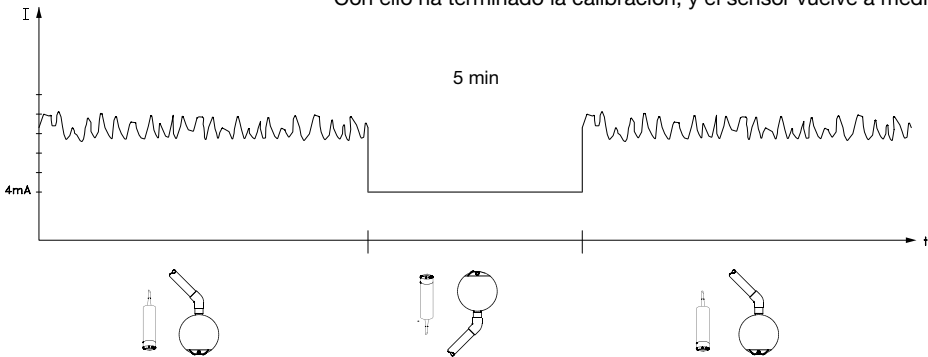

Fig. 15: Desarrollo de la señal medida del sensor DO antes, durante y después de la calibración
- Para la calibración mantener el sensor en el aire atmosférico hacia arriba (ver fig. 15). Durante esta fase el sensor emite una señal 4 mA y el DULCOMETER® D1C indica “0” ppm. En el menú de calibración del DULCOMETER® D1C (cap. 8) “Calibrar sensor O₂ hacia arriba” el tiempo de calibración restante se cuenta hacia abajo.